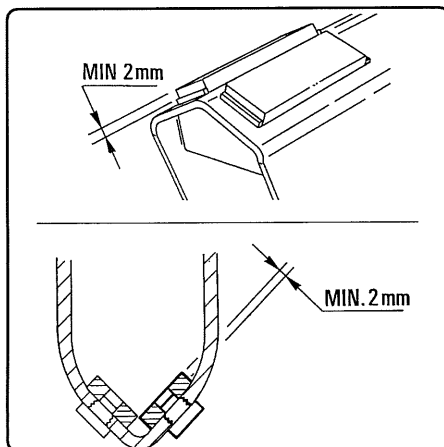

fig. 8.18.2
8.5.12 -Usura dei pattini di scorrimento (fig. 8.18.2)
8.5.12 -Wear of the sliding pads (fig. 8.18.2)